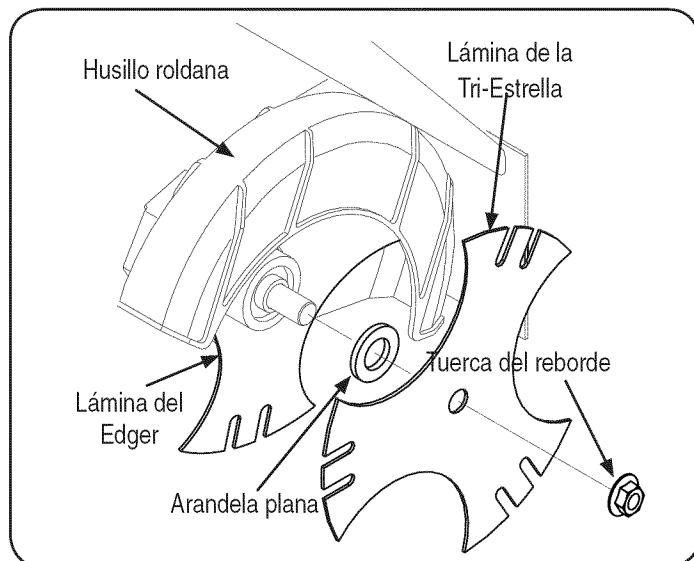

Figura 10
1. Use dos llaves (una para impedir que la cabeza del perno hexagonal gire loca y la otra para desenroscar la tuerca de brida) para extraer la tuerca de brida que asegura la cuchilla de la bordeadora, dejando la cuchilla de la bordeadora en su lugar. Vea la Figura 10.
2. Instale la cuchilla adicional de la bordeadora suministrada con la unidad y la arandela plana. Vea la Figura 10.